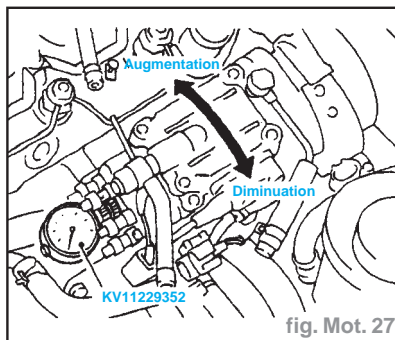

fig. Mot. 27
- Si la levée du plongeur est hors spécifications, la régler en tournant la pompe d'injection (fig. Mot. 27).